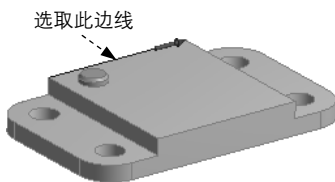
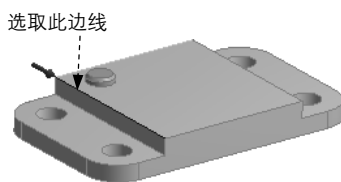

图 3.4.9 定义第一方向
图 3.4.10 定义第二方向
(1) 定义第一方向参考元素。单击以激活 **Direction** 后的文本框，选取图 3.4.9 所示的实体边线为参照方向，调整箭头方向如图 3.4.9 所示，并单击 **Apply** 按钮确认。
(2) 定义第一方向参数。在 **FD1, Offset** 文本框中输入阵列间距数值 34；在 **FD3, Copies (>0)** 文本框中输入阵列副本数 1。
(3) 定义第二方向参考元素。单击以激活 **Direction 2** 后的文本框，选取图 3.4.10 所示的实体边线为参照方向，调整箭头方向如图 3.4.10 所示，并单击 **Apply** 按钮确认。
(4) 定义第二方向参数。在 **FD4, Offset 2** 文本框中输入阵列间距数值 40；在 **FD5, Copies 2 (>0)** 文本框中输入阵列副本数 1。